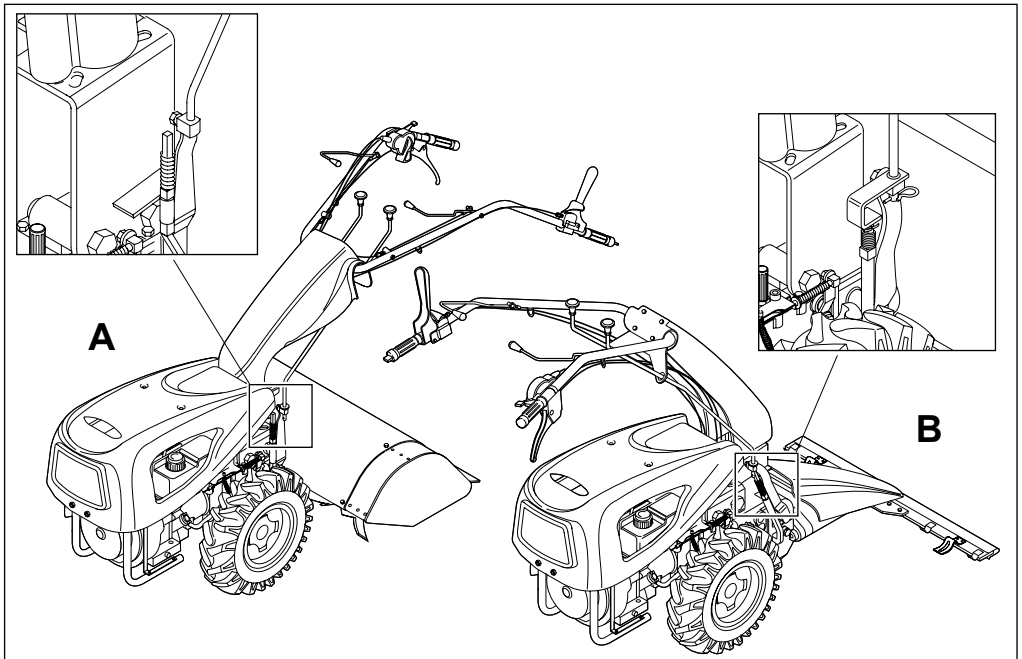

Fig. 7
**Fig. 7 - A)** Macchina con gruppo fresa. **B)** Macchina con stegole invertite e barra falciante. Le aste cambio e PTO sono diverse tra loro e vanno montate come rappresentato nella presente figura.